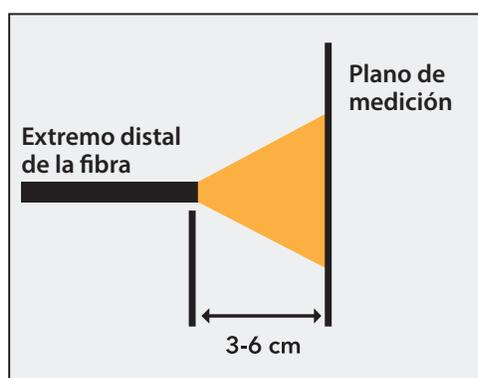

Figura 5
4. Disponga el medidor de energía o potencia delante y en paralelo a la cara distal de la fibra de prueba estableciendo el plano de medición, como se muestra (consulte la figura 5). Tenga cuidado de no colocar la punta de la fibra demasiado próxima a la sonda del medidor de energía o potencia, pues la densidad energética podría dañar la sensible superficie del detector.